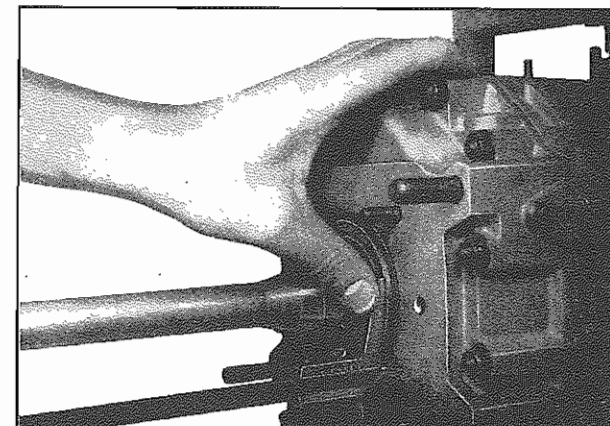

Fig. 55 - Misurare la distanza
- Con un calibro di profondità misurare la distanza tra il filo superiore dell'anello esterno del cuscinetto a sfere **(207)** e la superficie di tenuta della scatola **(Fig. 55)**.
- Apply depth gauge to measure distance from upper edge of ball bearing outer race **(207)** to housing sealing surface **(Fig. 55)**.